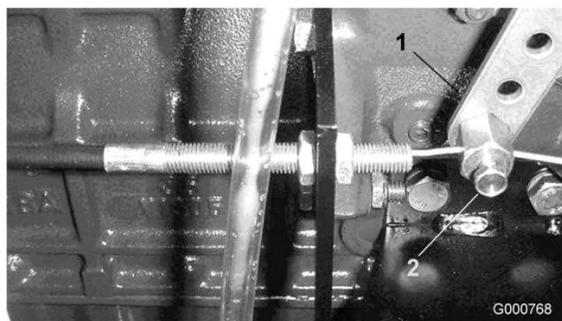

Figura 56
2. Allentate il connettore del cavo dell'acceleratore, sulla leva della pompa di iniezione (Figura 56).